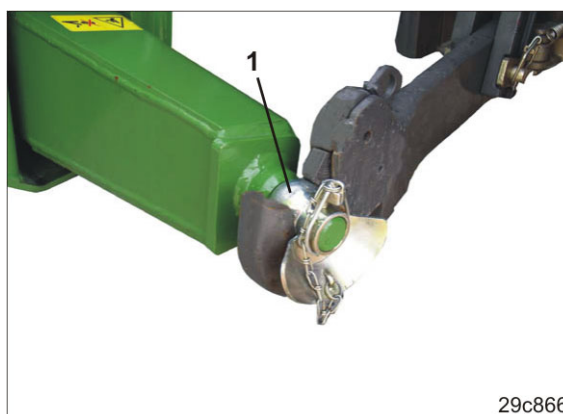

Рис. 147
3. Установите на каждый палец нижней тяги шариковую втулку (Рис. 147/1) с крепёжной чашкой.